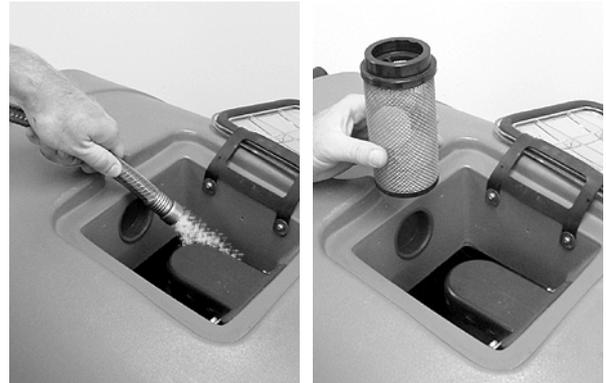

ABB. 23
3. Spülen Sie den Schmutzwassertank und den Schwimmer-Sperrschalter mit sauberem Wasser (Abbildung 23).